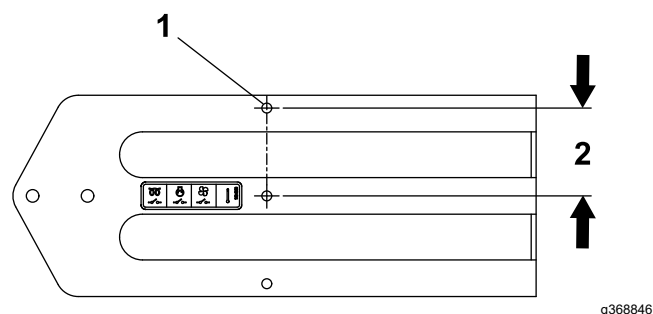
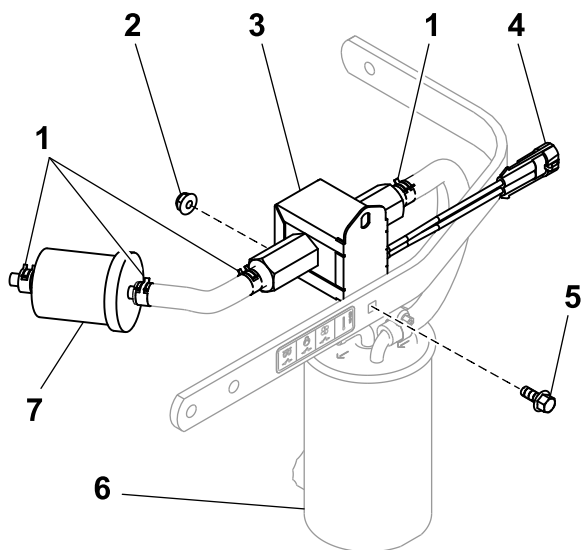
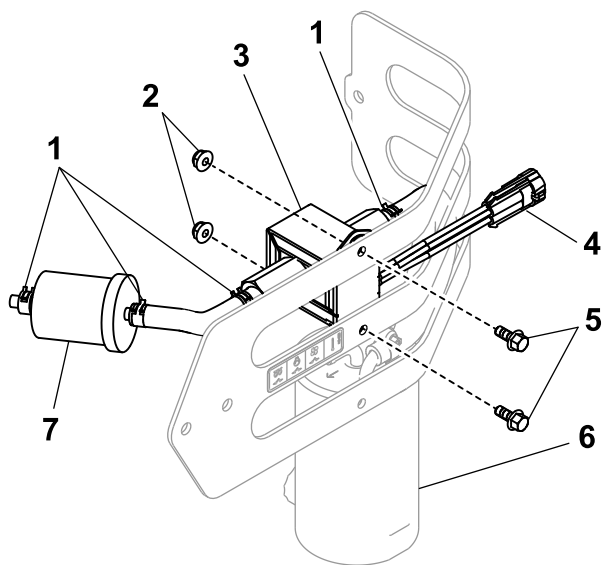

Рисунок 14
Рисунок 15
Рисунок 16
Используйте Рисунок 1, Рисунок 14, Рисунок 15 и Рисунок 16 для выполнения данной процедуры.
4. Только для машин, предназначенных для эксплуатации за рубежом: определите местоположение, разметьте и просверлите отверстие (диаметром 9/32 дюйма) в ограждении, как показано на Рисунок 14 и Рисунок 16.
5. Для машин, предназначенных для эксплуатации внутри страны: установите новый топливный насос, используя нижнее отверстие в насосе, с помощью болта ($\frac{1}{4} \times \frac{5}{8}$ дюйма) и контргайки ($\frac{1}{4}$ дюйма), см. Рисунок 15. На машинах, предназначенных для эксплуатации внутри страны, используется только одна гайка и болт.
6. Для машин, предназначенных для эксплуатации за рубежом: установите новый топливный насос, используя оба отверстия в насосе, и закрепите с помощью 2 болтов ($\frac{1}{4} \times \frac{5}{8}$ дюйма) и 2 контргаек ($\frac{1}{4}$ дюйма), см. Рисунок 16.